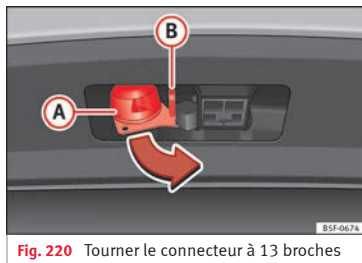

Fig. 220 Tourner le connecteur à 13 broches
- Saisissez le connecteur à 13 broches par la zone (A) et retirez-le dans le sens de la flèche » fig. 220.
- Saisissez le connecteur à 13 broches par la zone (A) et introduisez-le dans le sens inverse de celui de la flèche » fig. 220.
L'œillet de sécurité (B) » fig. 220 sert à attacher le câble de retenue de la remorque.